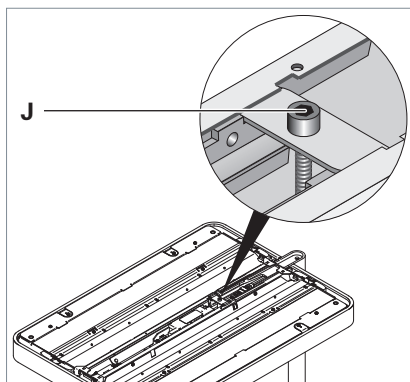

Fig. 5: Ajuster la tête du luminaire.
- Tournez la vis de réglage **J** jusqu'à ce que la tête du luminaire se trouve en position horizontale, voir Fig. 5.